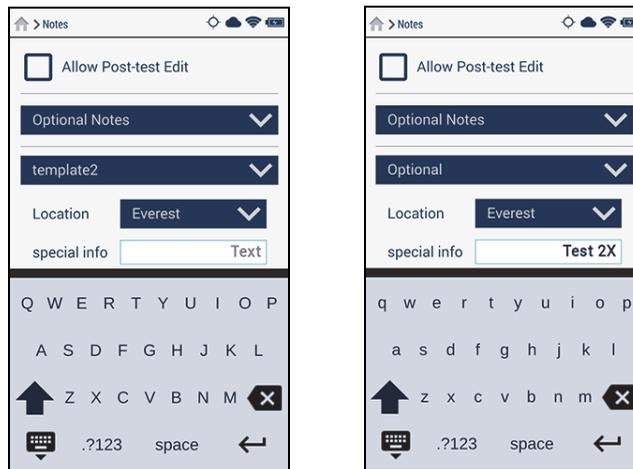

图 2-30 特殊信息栏区填入之前屏幕（左图）和填入之后屏幕（右图）
6. 如果需要，在任何可编辑栏区中填入信息（参见第47页的图 2-30）。